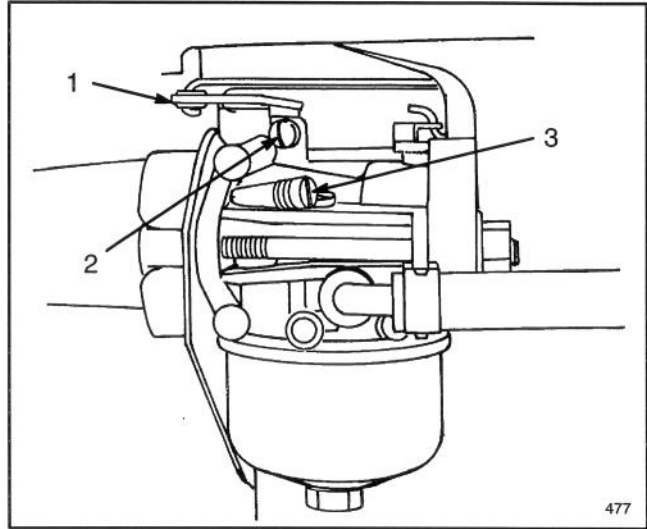

Abbildung 14
1. Das Leerlaufmischungsventil durch vorsichtiges Drehen im Uhrzeigersinn soweit drehen, bis es sich **soeben** schließt (Abb. 14). Ein zu festes Drehen kann zu Schäden führen.
4. Die Drossel (Abb. 14) im Uhrzeigersinn drehen und gegen die Leerlaufmischungsventil-Schraube (Abb. 14) drücken, während die Leerlaufmischungsventil-Schraube soweit gedreht wird, bis 1750 U/min. erreicht werden.